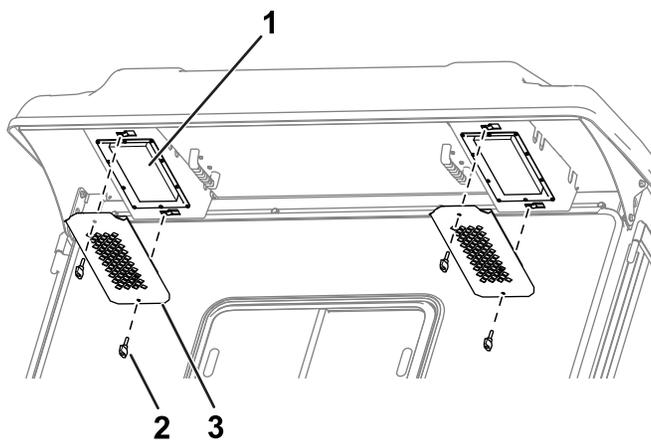

図 87
1. 後方のオーバーハング部からノブと格子を取り外す 図 87。
4. フィルタをキャブに取り付け、格子とノブで固定する 図 87。